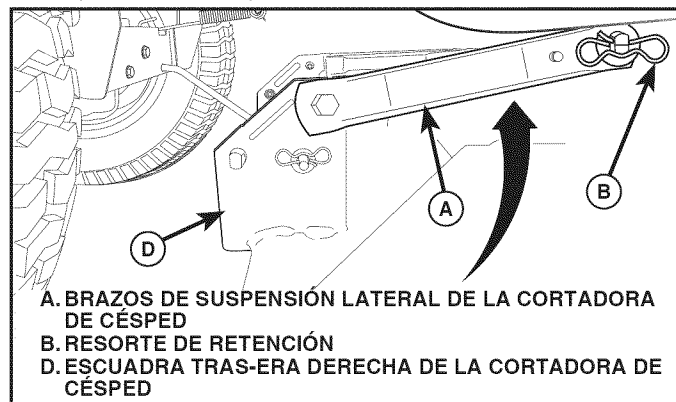

Fig. 36
## 6. INSTALE LOS BRAZOS DE SUSPENSIÓN LATERAL DE LA CORTADORA DE CÉSPED (A) EN EL CHASIS (Vea Fig. 36)
- Ubique el agujero delantero del brazo de suspensión lateral (A) sobre la chaveta en la parte exterior del chasis del tractor y asegure con una arandela grande y un resorte de retención grande (B).